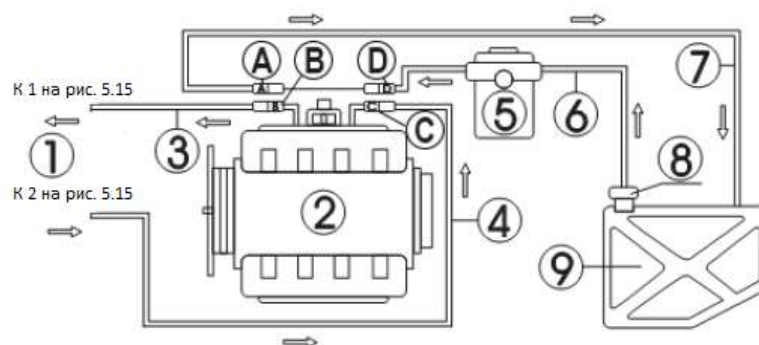

Рисунок 5.17 Подсоединение линии 1
- 1) Отсоедините шланги подачи топлива (C, D) и шланги слива топлива (A, B) топливной системы двигателя (предварительно оберните место отсоединения топливопровода куском ткани). Подберите подходящие соединители и подсоедините их по отдельности к концу В и концу С, а затем подсоедините другие концы к соответствующему шлангу сливного и подающего шлангов стенда. Смотрите рисунок 5.17.